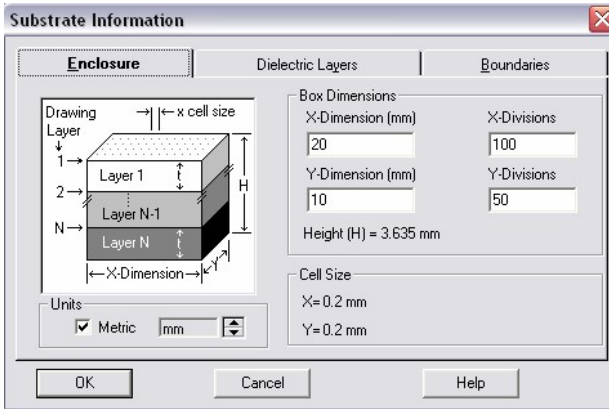

Рис. 10. Задание размеров подложки
- в открывшемся окне есть несколько вкладок, значения в которых определяют размеры и параметры материала. На первой вкладке (*Box Dimensions*) устанавливаем размеры подложки по длине и ширине (*Dimensions*), а также размеры сетки (*Division*), на которую разбивается подложка при моделировании и анализе (рис. 10). Задавать очень мелкую сетку не следует, т.к. это хоть и увеличивает точность вычислений, однако значительно увеличивает время вычислений независимо от мощности компьютера. Уменьшать размеры сетки имеет смысл при окончательной доводке структуры, когда вся «черновая» работа уже выполнена и определены размеры структуры (в данном случае фильтра);